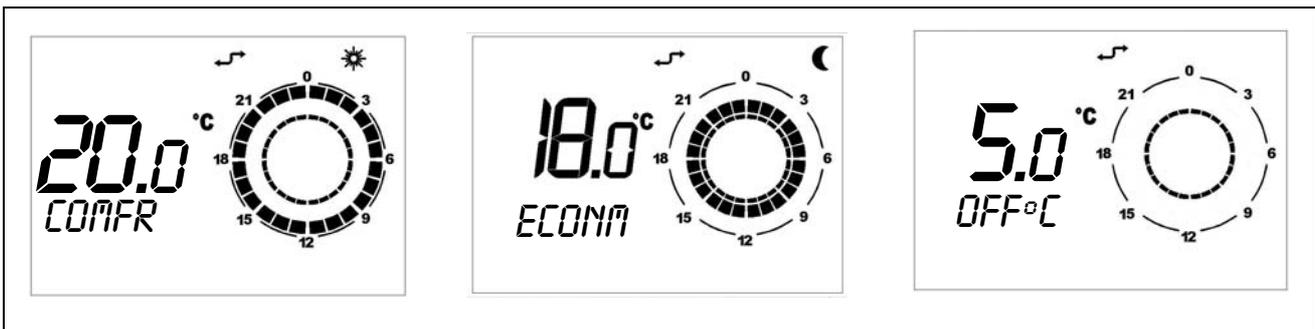

Figura 9
- Sul display in basso a sinistra comparirà la scritta **COMFR** per la programmazione della temperatura di comfort, la scritta **ECONM** per la programmazione della temperatura ridotta e la scritta **OFF°C** per la programmazione della temperatura antigelo (si intende temperatura antigelo dell'aria ambiente da non confondersi con la funzione antigelo del modulo esterno)(vedi Figura 9).